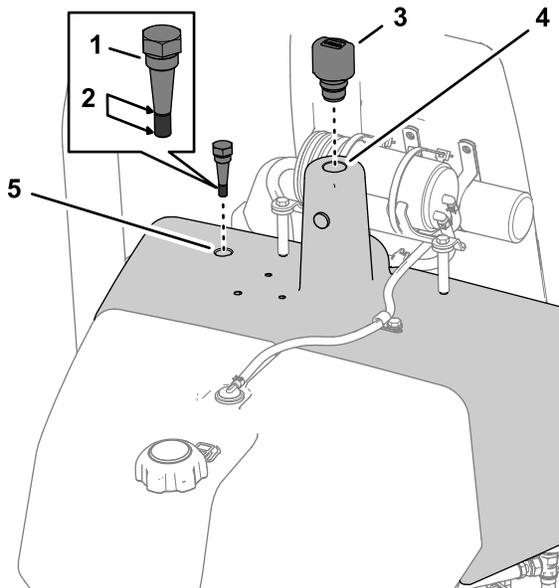

图49
3. 拧开液压油箱顶部的量油尺将量油尺擦拭干净插入后再次取出图49。
4. 如果量油尺上没有油请从液压油箱的加油颈上取下盖子图49将指定液压油缓慢地加入到液压油箱中直至液位达到量油尺凹槽上请参阅 液压油规格 \(页码 32\)。
5. 将量油尺和通气孔装入液压油箱图49。